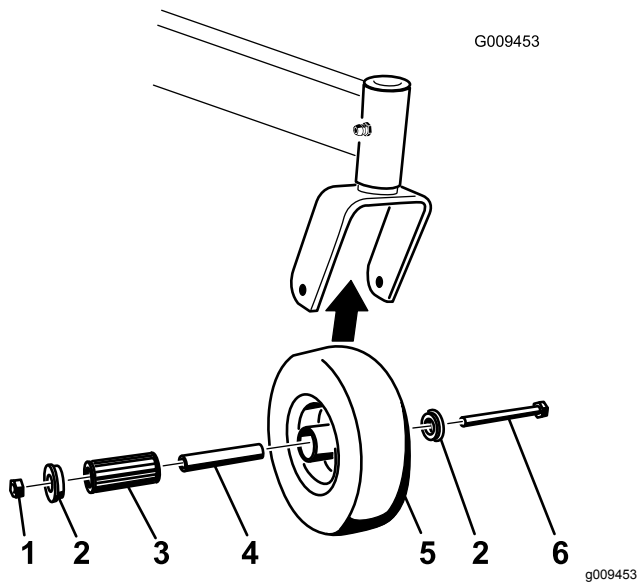

図 55
1. キャスタホイールをキャスタフォークに保持しているボルトとロックナットを外す 図 55。
2. ブッシュをひとつ外し、次にスパナブッシュとローラベアリングをハブから外す 図 55。
3. ハブについているもうひとつのブッシュも外し、ハブについているグリスや汚れを除去する 図 55。
注 破損したり磨耗したりしている部品は交換する 図 55。
5. ホイールハブにブッシュを一つ入れる 図 55。
6. ローラベアリングとスパナブッシュにグリスを塗って、ホイールハブに取り付ける 図 55。
7. ハブにもうひとつのブッシュを入れる 図 55。
8. キャスタホイールをキャスタフォークに取り付け、ホイールボルトとロックナットで固定する 図 55。
9. スパナブッシュがキャスタフォーク内部に当たるまでロックナットを締め付ける 図 55。